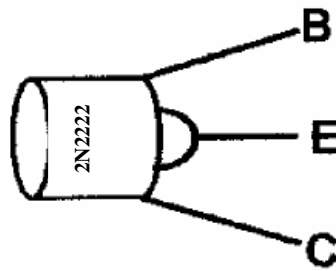

Figura 1.
- a) Con el multímetro identifique las terminales y el tipo de transistor de los solicitados en la practica, posteriormente dibuje cada terminal como lo muestra la figura 1.